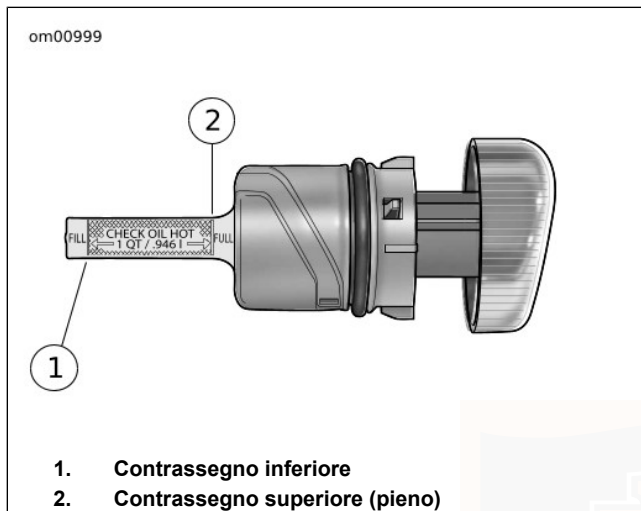

Figura 26. Tappo di rifornimento/astina di livello: modelli Sportster
3. Togliere ancora il tappo di rifornimento dell'olio e controllare il livello dell'olio sull'astina di livello. Vedere Figura 26. L'astina di livello ha due contrassegni. Se l'olio è al livello o al di sotto del contrassegno inferiore, aggiungerne la quantità necessaria a raggiungere un punto intermedio tra le due frecce sull'astina di livello. Rimettere a posto il tappo di rifornimento.
4. Togliere ancora il tappo di rifornimento e controllare il livello dell'olio caldo sull'astina di livello del combustibile. Vedere Figura 26. L'astina di livello ha due contrassegni. Se il livello dell'olio nel serbatoio è al di sotto del contrassegno inferiore, rabboccare il serbatoio con 0,946 L (1,0 qt) di olio Harley-Davidson. Rimettere a posto il tappo di rifornimento.